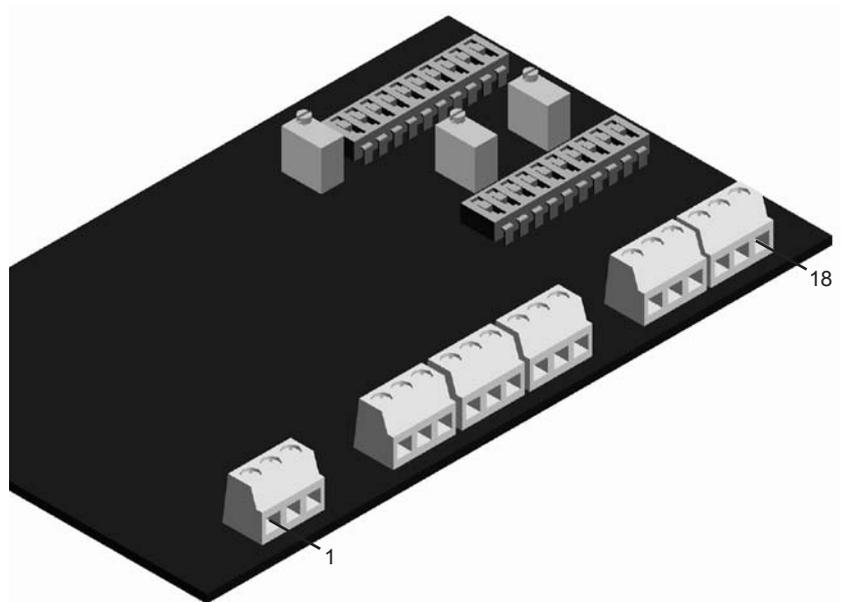

Fig. 5-11 : Bornier de raccordement.
- Placer un voltmètre entre les bornes 6 et 7 ou un ampèremètre entre les bornes 7 et 8 suivant si l'application exige une sortie en tension ou en courant (se référer à la figure 5-11 pour l'emplacement des bornes).